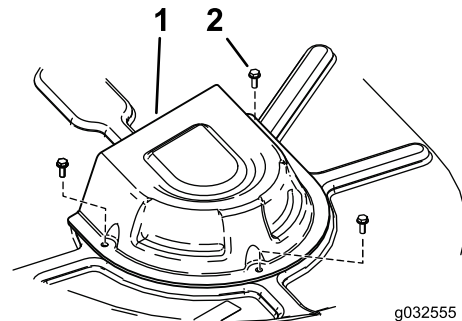

Figura 53
4. Para máquinas com plataformas de 107 cm, retire as coberturas da polia (Figura 53).